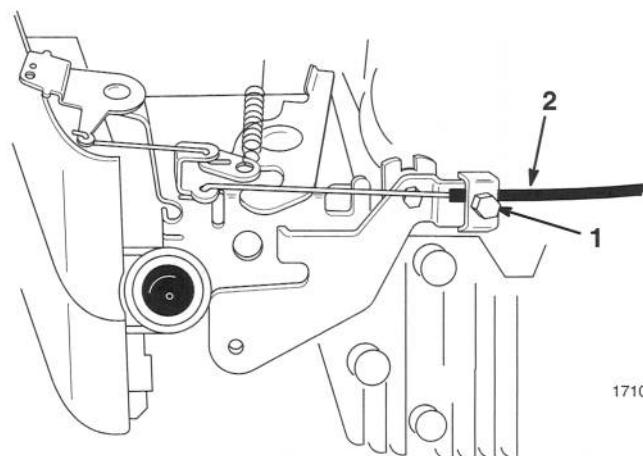

Figure 23
1. Capot 2. Vis (2)
3. Desserrer la vis du serre-câble de façon à permettre au câble de glisser (Fig. 23).